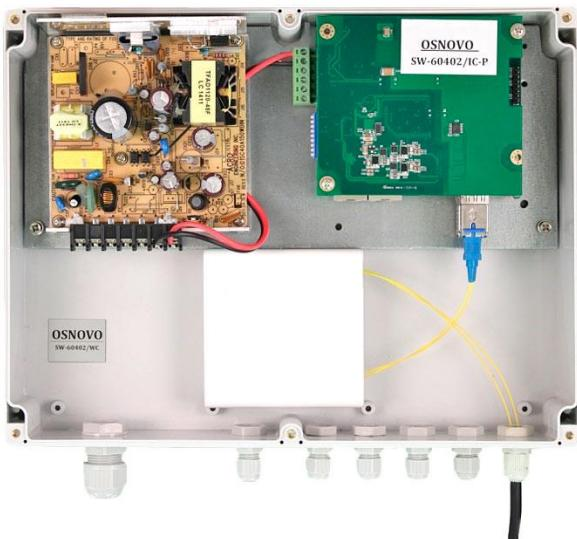

Рис.6.1 Коммутатор со смонтированным оптическим кросом
7. Укрепите оптический кросс (имеется в комплекте) на дне корпуса коммутатора с помощью двухстороннего скотча, как это показано на рис. 6-1.